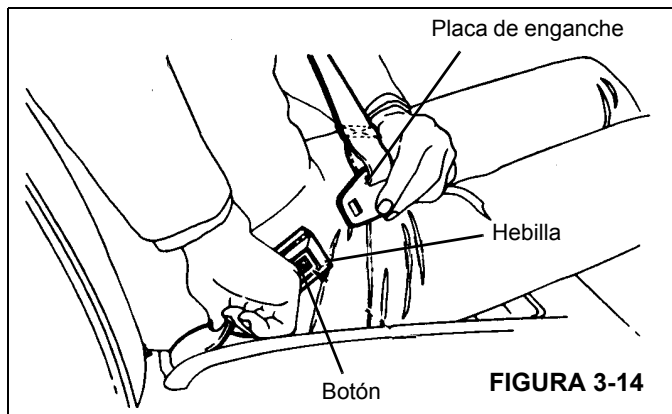

FIGURA 3-14
2. Tire del cinturón, crúcelo por delante de la falda, y enganche la placa en la hebilla hasta que se oiga un chasquido (Figura 3-14).